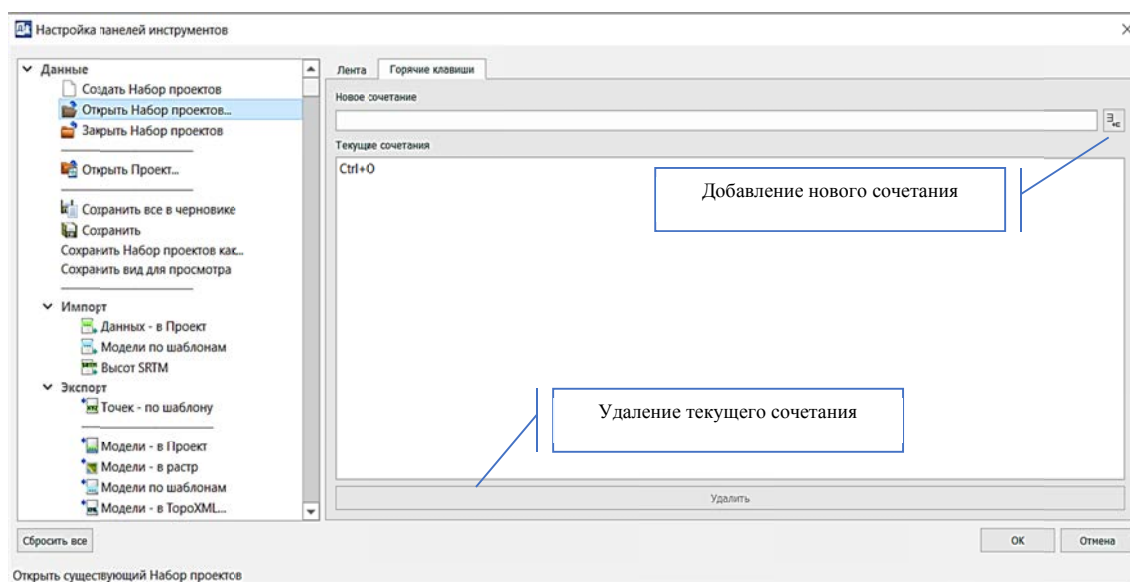

Рис. 1.8. Настройка «горячих» клавиш
Для ускорения работы часто используются сочетания «горячих» клавиш для выполнения отдельных команд. Удалять и добавлять новые сочетания клавиш из общего списка можно на вкладке ГОРЯЧИЕ КЛАВИШИ при настройке конфигурации рабочей среды (рис. 1.8).
- нажать кнопку **Удалить** в нижней части окна (рис. 1.8).
- нажать кнопку **Добавить сочетание клавиш для команды** (рис. 1.8).